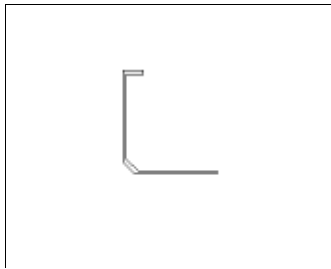

图 3-2
1. 单击 **绘图 (D)** → **【三维多段线】**。
①指定多段线起点:0,0,0↵。②指定直线的端点或[放弃(U)]:@50,0↵。③指定直线的端点或[放弃(U)]:@0,2↵。④指定直线的端点或[闭合(C)/放弃(U)]:@48,0↵。⑤指定直线的端点或[闭合(C)/放弃(U)]:@10<135↵。⑥指定直线的端点或[闭合(C)/放弃(U)]:@0,48↵。⑦指定直线的端点或[闭合(C)/放弃(U)]:@10,0↵。⑧指定直线的端点或[闭合(C)/放弃(U)]:@0,2↵。⑨指定直线的端点或[闭合(C)/放弃(U)]:@-12,0↵。⑩指定直线的端点或[闭合(C)/放弃(U)]:@0,-52↵,然后输入 c↵。见图 3-2。